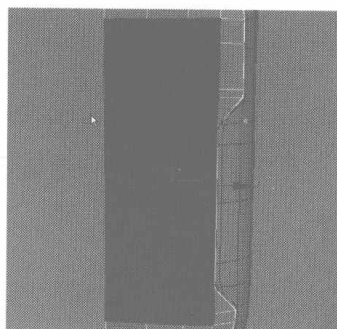

图 4.84
- 31** 选择手机上如图 4.84 所示的面，在 Edit Geometry 卷展栏中单击 **Make Planar** 按钮，将选择的面平面化。